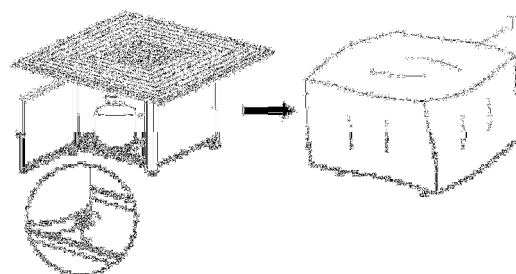

Figure 8
9. Ouvrir la porte, mettre la bouteille de 20-livre dans le corps principal et serrer-le comme affiché à droite, ainsi la bouteille de gaz ne peut pas se déplacer et tomber, fermer la porte, couvrir le foyer avec le couvercle en PVC (T) en cas de non utilisation à le protéger des éléments ou lorsque le foyer est COMPLETEMENT froid après l'utilisation,(voir figure 8).